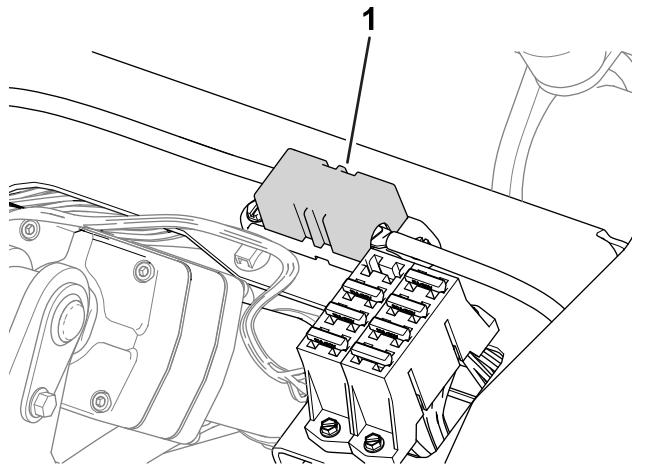

Figura 43
- I fusibili del motore delle ruote di destra (60 A) sono situati sotto il sedile (Figura 43).